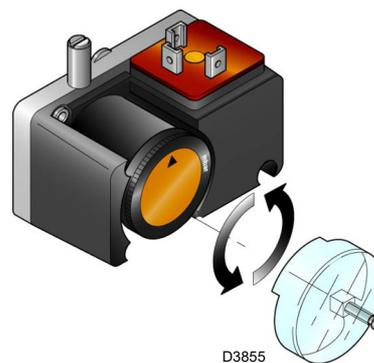

Fig. 32
- Régler le pressostat pour le contrôle d'étanchéité (Kit PVP)(Fig. 32 à la page 32), si présent, conformément aux instructions fournies avec le kit.
Régler le pressostat pour le contrôle d'étanchéité (Kit PVP)(Fig. 32) si présent, conformément aux instructions fournies avec le kit.